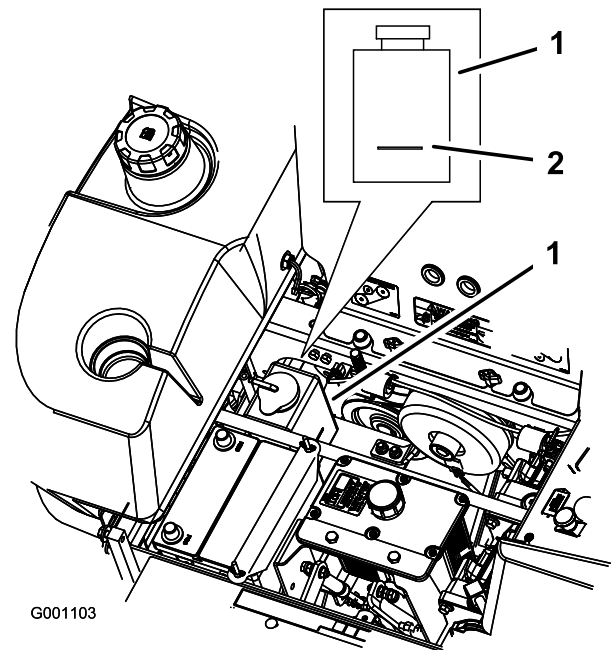

Figure 54
3. Lorsque le moteur est froid, vérifiez le niveau de liquide dans le vase d'expansion. Le liquide doit atteindre la bosse à l'extérieur du vase d'expansion (Figure 54).
4. Si le niveau de liquide est insuffisant, versez un mélange 50/50 d'antigel longue durée/Dex-Cool® et d'eau dans le vase d'expansion (Figure 54).
5. Versez une quantité suffisante de mélange 50/50 dans le vase d'expansion pour atteindre le trait de repère (Figure 54).